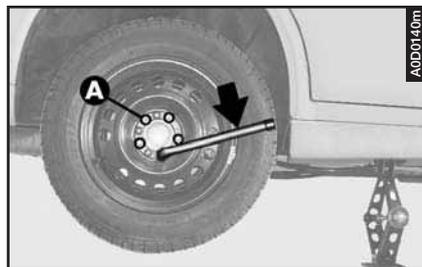

fig. 17
– Avvitare i cinque bulloni di fissaggio (**A-fig. 17**).